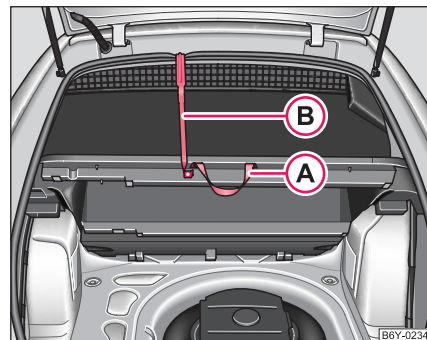

Fig. 173 Fixarea podelei spațiului de depozitare cu un cârlig din material plastic
- Ridicați podeaua cu ajutorul mânerului ① și fixați-o cu cârligul ② (care se găsește sub podeaua spațiului de depozitare) de canalul cadrului capacului portbagajului ⇒ Fig. 173. ■